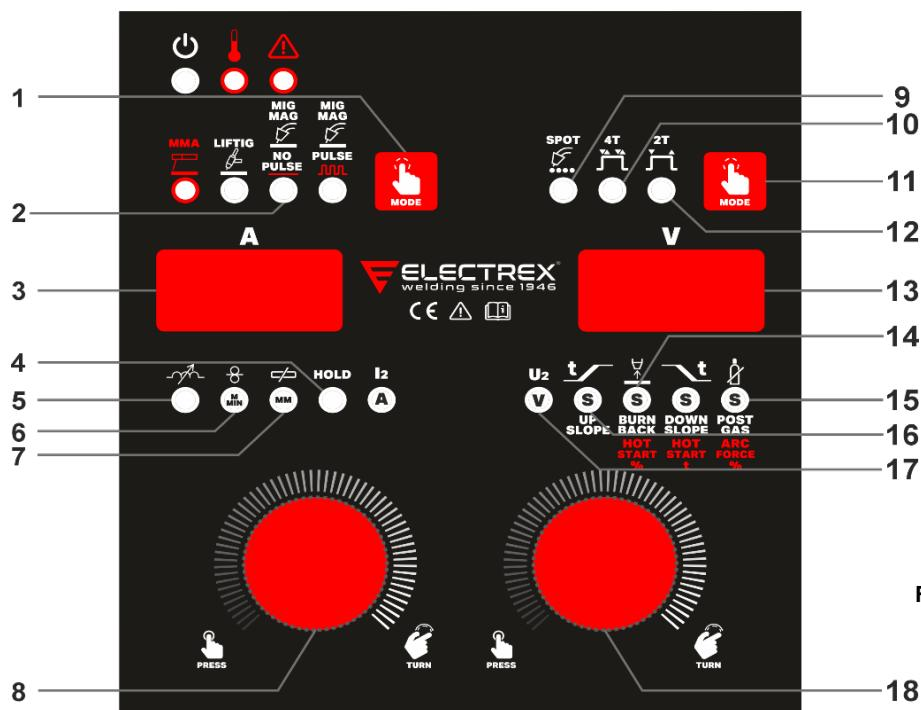

Fig 7.
- Selecione o modo de soldadura MIG/MAG com corrente MIG/MAG não pulsada (2 - Fig. 7). Nota: a soldadura pulsada não está disponível no modo não-sinérgico.
8.2.1. Parâmetros em soldadura MIG/MAG NÃO SINÉRGICA (ver Fig.7)
Modo soldadura temporizada a pontos MIG/MAG (9 - Fig. 7) - Quando selecionado indica que a máquina está no modo de soldadura a pontos MIG/MAG. Para selecionar esta função, pressione a tecla 11 - Fig.7 até o led 9 acender. Regule o tempo do ponto pressionando o botão direito (18 - Fig.7) até que o display esquerdo (3 - Fig. 7) mostre o SPt e gire-o para o tempo desejado. Inicie a soldadura por pontos pressionando o gatilho da tocha e continue pressionando até o final do programa de soldadura MIG regulado (consulte as páginas seguintes). Começar a soldar.